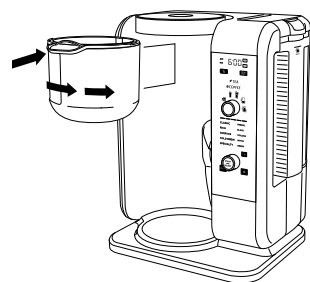

Fig. 10
- 1 Ouvrez le panier à infusion en le faisant glisser hors de la machine (fig. 10). Assurez-vous que le porte-filtre à café (avec une poignée orange et une icône de grain de café) soit dans la machine.
- 1 Ouvrez le panier à infusion en le faisant glisser hors de la machine (fig. 10). Assurez-vous que le porte-filtre à THÉ (avec une poignée verte et une icône de feuille de thé) soit dans la machine.